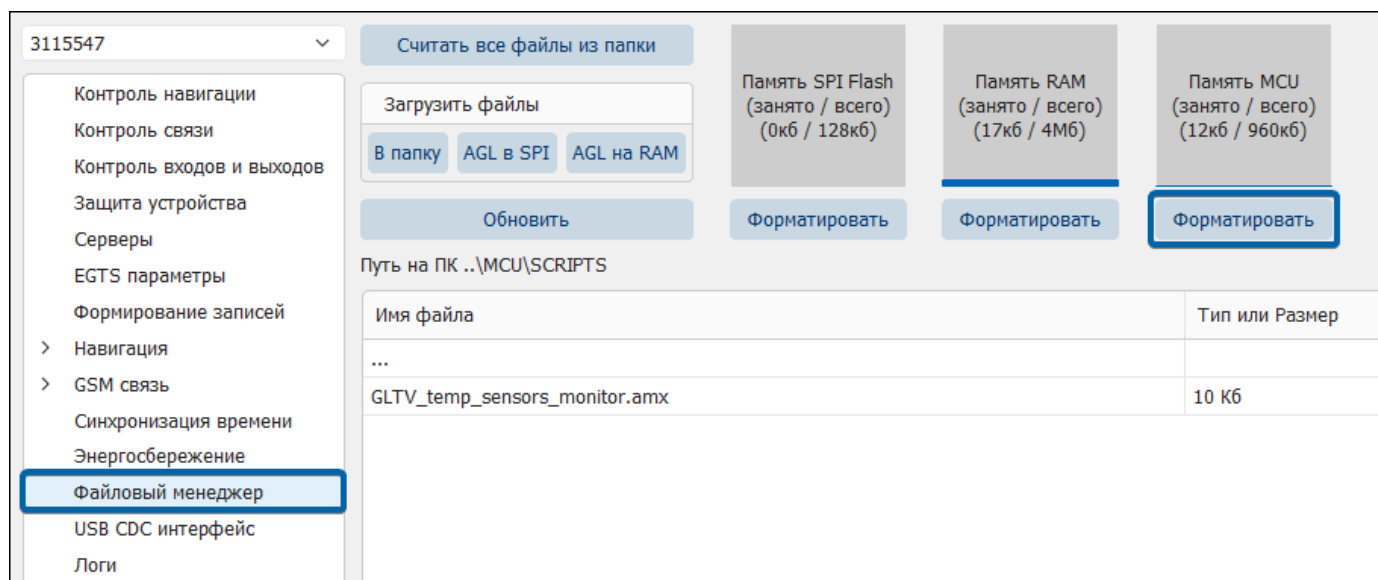

Рис.6. Удаление скриптов из терминала
- через конфигуратор — выберите в настройках раздел «**Файловый менеджер**» и нажмите в его рабочей области под панелью «Память MCU» кнопку «**Форматировать**» (**Рис.6**).